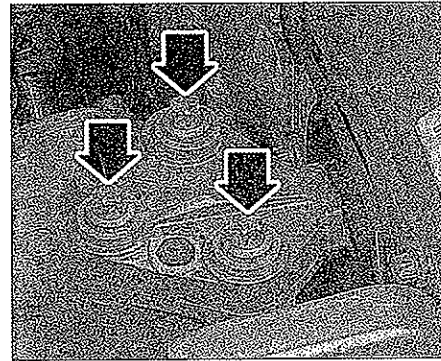

FIG. 3
- Desmontar los 3 tornillos del soporte de caja de velocidades izquierdo (fig. 3).